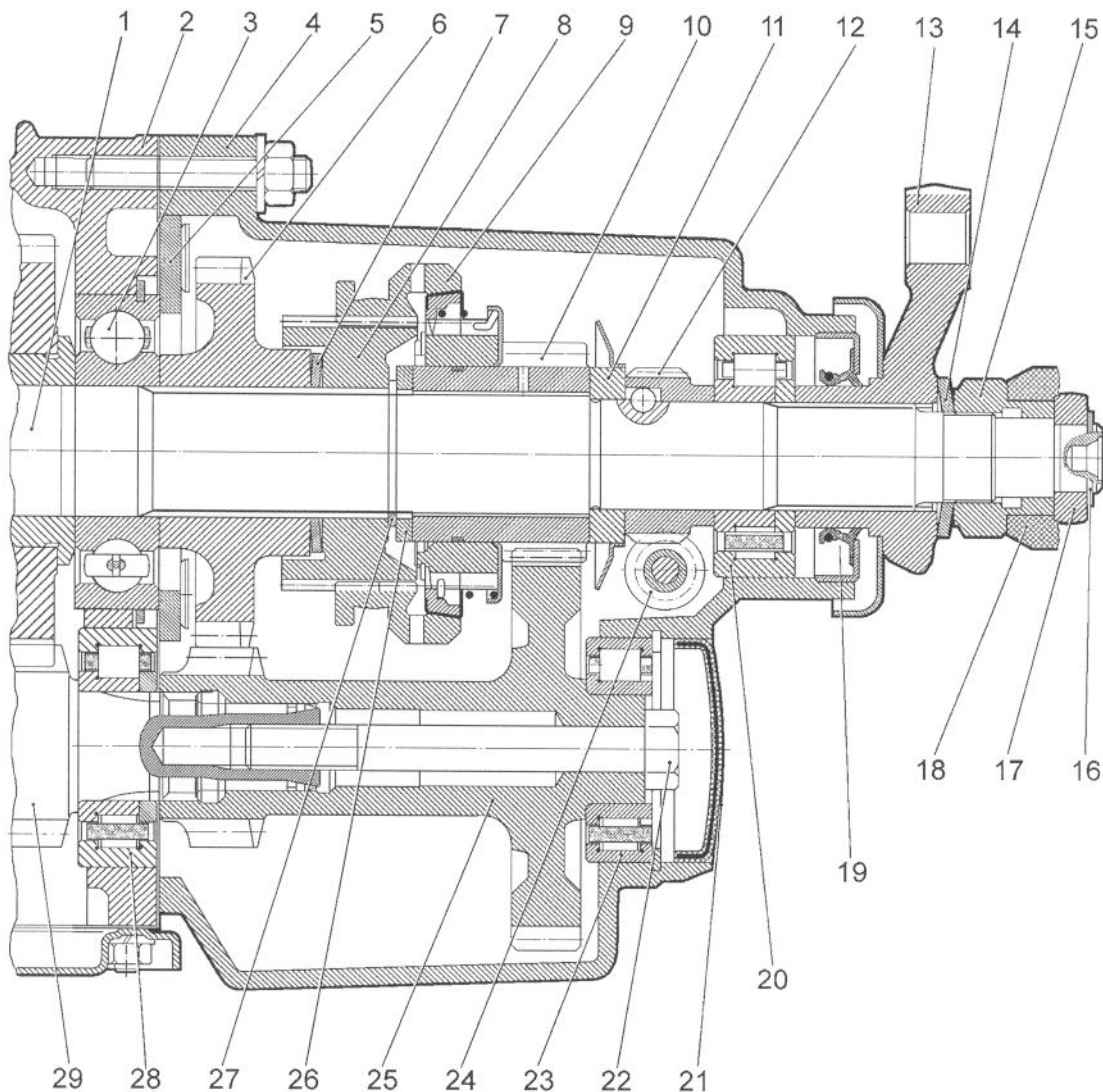

Fig.1 La partie arrière de la boîte de vitesses de conception modifiée:
La partie arrière de la boîte de vitesses d'une nouvelle conception est présentée sur la figure 1. La bague d'arrêt 27 est située après le moyeu 8 de baladeur de synchroniseur de 5e. Dans un ensemble «arbre secondaire 1 - bride 13 du manchon élastique d'arbre de transmission» on a remplacé les cannelures rectangulaires par les cannelures spirales à évolvente. Pour placer sur l'arbre 1 le pignon 6 de la marche arrière et le moyeu 8 de baladeur de synchroniseur de 5e on a aussi mis en pratique les cannelures à évolvente au lieu des fixations par clavette. La douille se trouvant sous le pignon de 5e a été enlevée. Sur l'arbre 1 sous ce pignon 10 on a fait le moletage afin d'améliorer le graissage. Afin d'augmenter la fiabilité de la marche arrière, le module d'engrenage de la marche arrière est augmenté de 2,5 à 2,75. Ce fait a modifié le rapport de démultiplication de la marche arrière et, par conséquent, la pignonnerie de 5e et de la marche arrière, le pignon mené 6 de la marche arrière de l'arbre secondaire, le pignon intermédiaire de la marche arrière sont devenus non-interchangeables.
1)une douille entretoise au lieu du pignon12 (fig.1) de la commande du compte-tours;